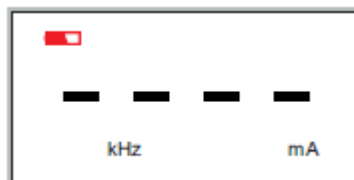

Bild 3 Geräte-Display: Batterieleistung zu gering
3. Durch Betätigung der Tasten  kann die Modulationsfrequenz auf 1kHz, 10kHz oder 20kHz zugeschaltet werden. Erneutes Betätigen der Taste  nach zugeschalteten 20kHz führt zur Abschaltung der Modulationsfrequenz (entspricht 0kHz). Durch Bestätigung der Taste  kann der Vorwärtsstrom von 10mA auf 20mA, 30mA, 40mA oder 50mA eingestellt werden. Sinkt die Versorgungsspannung der Batterien im Batteriebetrieb unter 4.8V, so erscheint im Display eine blinkende Warnmeldung. Die Diode des Transmitteradapters kann nicht mehr ausreichend mit Strom versorgt werden. (Bild 3)	3. By pressing the  button, the modulation frequency can be switched to 1kHz, 10kHz or 20kHz. Pressing the button  again after the 20kHz has been switched on will switch off the modulation frequency (corresponds to 0kHz). By pressing the  button the forward current can be set from 10mA to 20mA, 30mA, 40mA or 50mA. If the supply voltage of the batteries drops below 4.8V in battery operation, a flashing warning message appears on the display. The diode of the transmitter adapter can no longer be supplied with sufficient power. (Image 3)